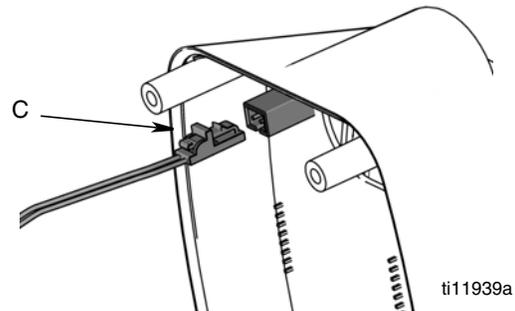

FIG. 4
4. Para el Medidor Prefijado únicamente, desacople el conector de la solenoide (C) (FIG. 4).